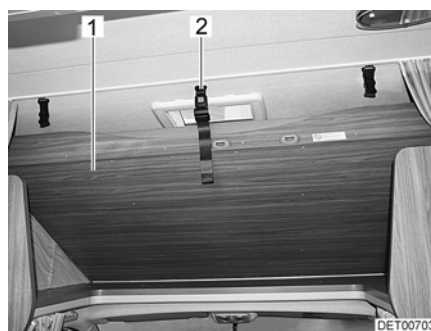

Bild 51 Alkovenbett in Fahrstellung
- Alkovenbett (Bild 51,1) nach oben schwenken und Halteband (Bild 51,2) in Halterung an der Decke einrasten lassen.